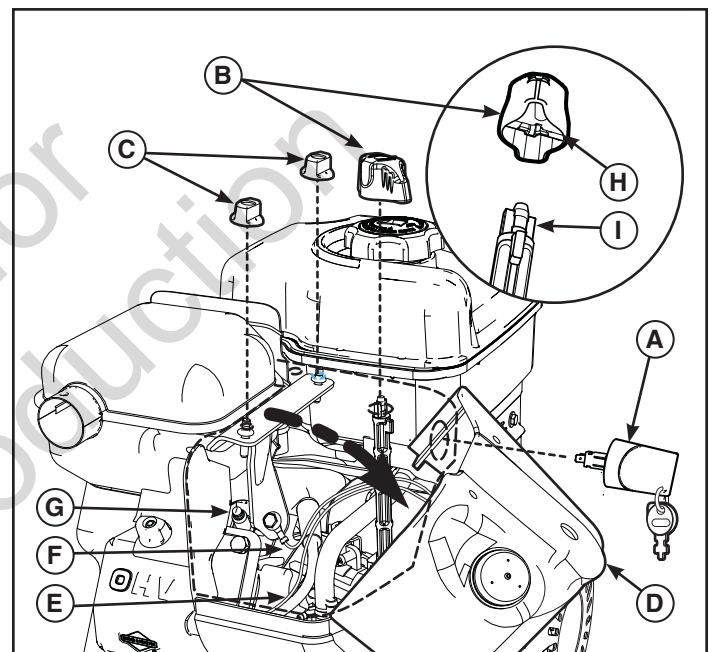

Figure 14
1. Retirez la clé MARCHE/ARRÊT (A, Figure 14) ou bien tirez sur le commutateur MARCHE/ARRÊT ou sur la clé à tirette. Maintenir la clé en dehors de la portée des enfants.
2. Saisissez la commande de starter (B) et tirez-la pour la retirer.
3. Retirez les vis de montage (C).
4. Retirez avec précaution la partie supérieure du capot à neige (D). NE PAS déconnecter le tuyau de l'amorceur (E) ou le câble de clé. (F).
5. Retirez la bougie d'allumage (G) et remplacez-la (voir spécifications).
8. Alignez les fentes (H, Figure 14, incrustation) du bouton du starter et les attaches de l'arbre du starter (I) et poussez vers le bas pour installer. Si le bouton n'est pas correctement installé, le starter ne fonctionnera pas.